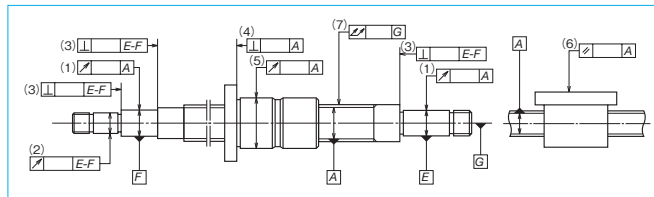

图 1.3 滚珠丝杠安装部位精度
滚珠丝杠安装部位的精度：对图 1.3 所示的 (1) ~ (7) 精度项目进行管理，这些项目在尺寸型号图中也有说明。